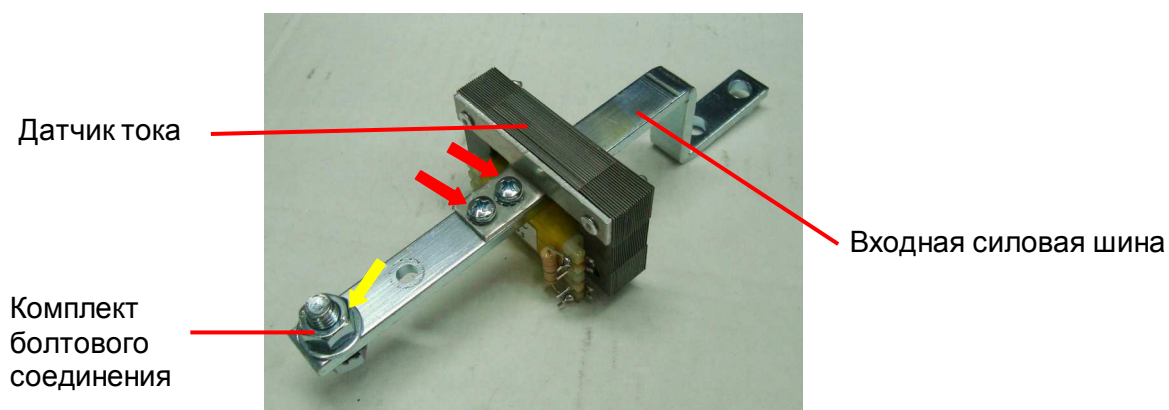

Рис. 7.12
7.5.1. Установить датчик тока на входной силовой шине и закрепить его двумя винтами (рис. 7.12, красные стрелки).
7.5.2. Установить комплект болтового соединения (болт, гайка, шайба, гровер) на входную силовую шину (рис. 7.12, желтая стрелка).